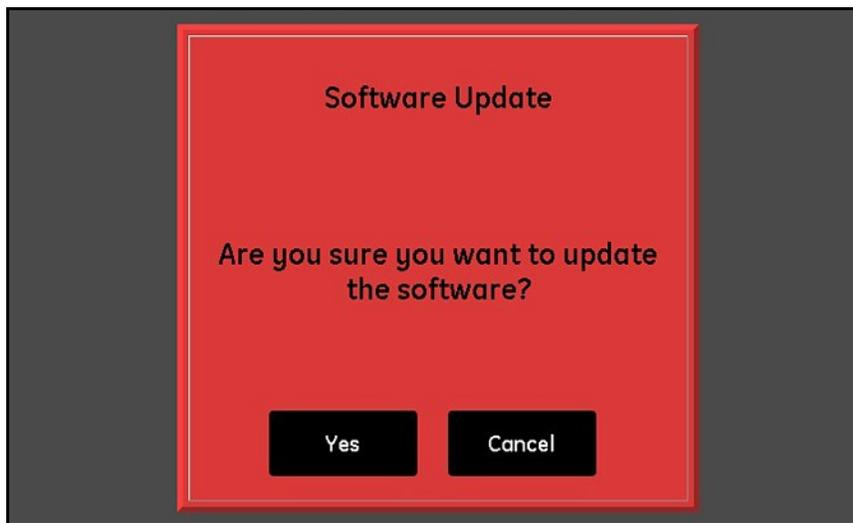

Abbildung 42: Bestätigungsbildschirm für Software-Aktualisierung
2. Tippen Sie auf **Ja** in einem Bildschirm, der dem in *Abbildung 42* unten dargestellten ähnelt, um Ihre Auswahl zu bestätigen, oder tippen Sie auf **Abbrechen**, um die Aktualisierung abzubrechen.